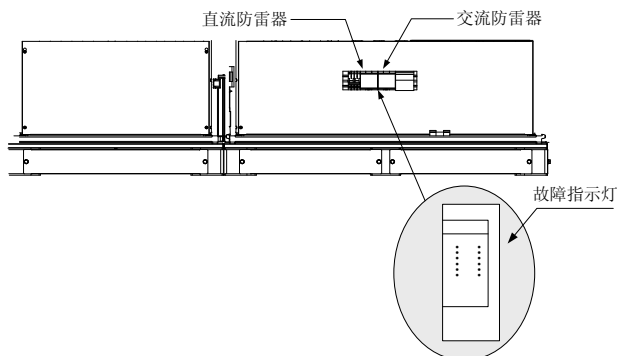

图 8-1 防雷器故障标志位置
- 1) 按照图 8-1 所示，用手拧下支架四周的 4 个蝶型螺母，再将支架和滤网分别拆下；